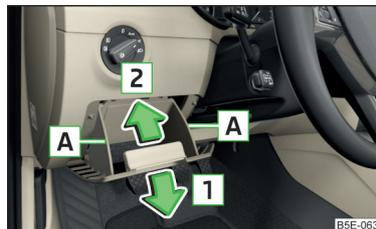

Abb. 343
- Das Ablagefach seitlich im Bereich **A** fassen und durch Ziehen in Pfeilrichtung **1** aufklappen (zum Aufklappen ist ein erhöhter Kraftaufwand notwendig) » Abb. 343.